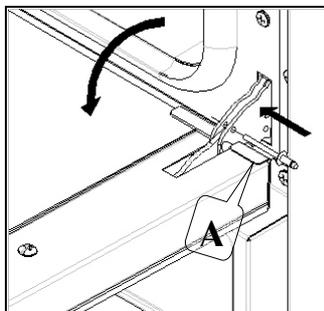

Fig. 3
- Insertar los enchufes equipados en los agujeros "A" en las bisagras (Fig. 3);